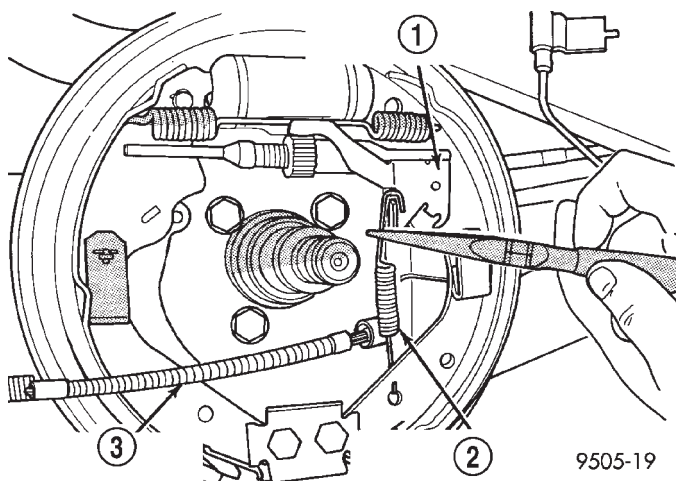
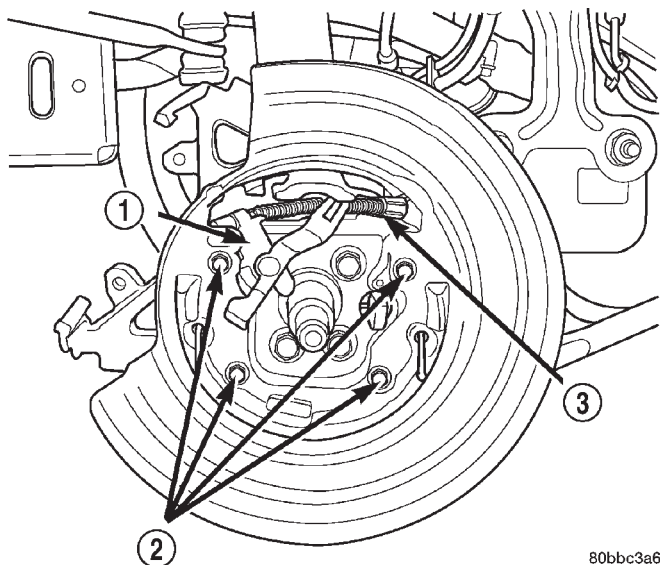

Fig. 32 Muelle de accionamiento
Fig. 34 Palanca accionadora de freno de estacionamiento
- Retire el muelle de accionamiento entre la palanca de ajuste de zapata de freno y la zapata de freno (Fig. 32).
• Retire la palanca de accionamiento del freno de estacionamiento del cable del freno de estacionamiento (Fig. 34).
- Instale el muelle de accionamiento en la zapata de freno y en la palanca de ajuste de freno (Fig. 32).
(5) En los vehículos equipados con frenos de disco traseros:
- Instale la palanca de accionamiento de las zapatas de freno de estacionamiento en el cable del freno de estacionamiento (Fig. 34).